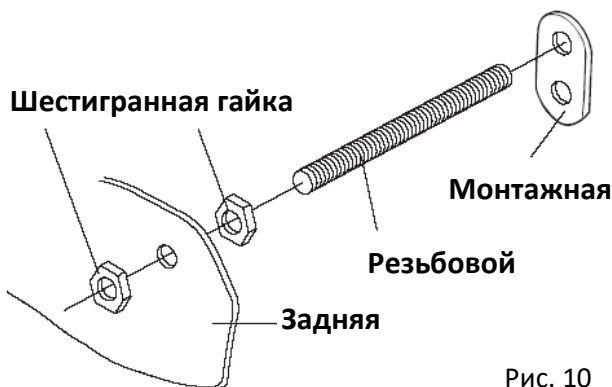

Рис. 10
3. Если используется гибкое газовое соединение, устройство должно быть защищено от смещения и закреплено на стене (Рис. 10). Для этой цели используйте прилагаемые резьбовые стержни, которые монтируются в отверстия в левом верхнем углу устройства, если смотреть на отопительное устройство спереди (см. Рис. 9 на стр. 9). Фиксацию выполните после установки монтажной панели на стеклу при помощи обеих гаек.